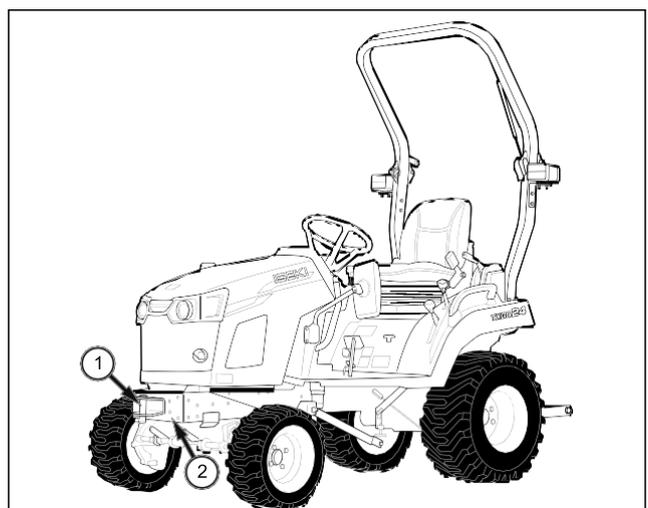

FIG. 4-41
FIG. 4-41: Ate el cable al gancho del enganche delantero (1). La distancia entre el vehículo de remolque y el tractor debe ser inferior a 5 m. Ponga la palanca de cambio de la gama de velocidad en la posición neutra. Desbloquee el freno de estacionamiento.
FIG. 4-41 y 4-43: Cuando levante el eje trasero, el punto de elevación con un gato estará a la altura del gancho de enganche delantero (1) o del chasis delantero (2). Para levantar el eje delantero, el punto de elevación con un gato está en el chasis trasero (4).